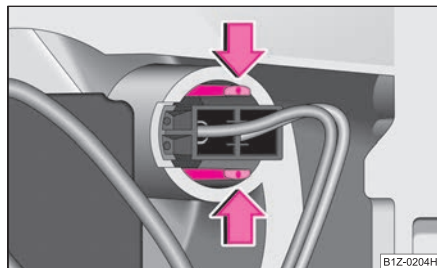

Fig. 229 Desmontaje de la bombilla para luz de posición
- Presione las lengüetas en el sentido de la flecha y saque el portalámparas con bombilla de la luz de posición ⇒ fig. 229.